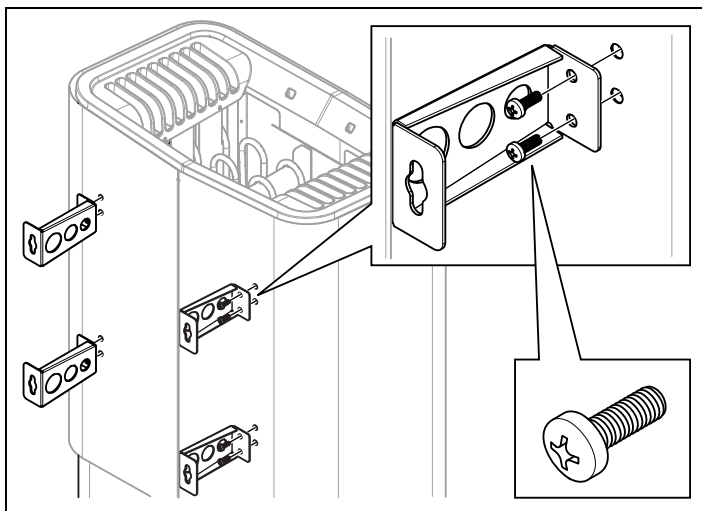

Рисунок 9: Крепление кронштейнов на устройстве
8. Открутите первых два винта с задней стороны устройства и прикрепите один из четырех кронштейнов. Повторите процедуру крепления для остальных кронштейнов, см. рис. 9.